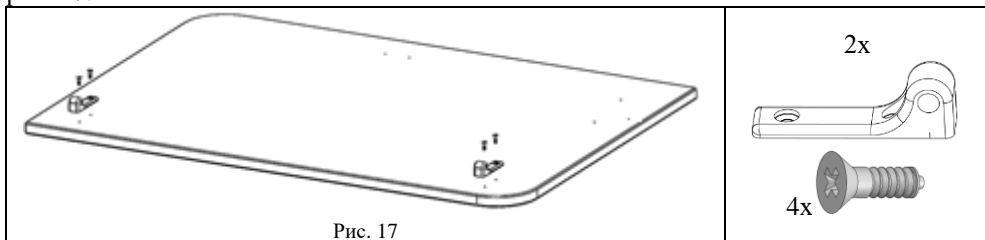

Рис. 17
5.5.1. К столешнице (поз. 6) прикрутить СУТ.41.191 шарнир подвижный (поз.1, пакет №198а) при помощи саморезов с потайной головкой 4x12 (поз.2, пакет №198а), см. рис. 17.